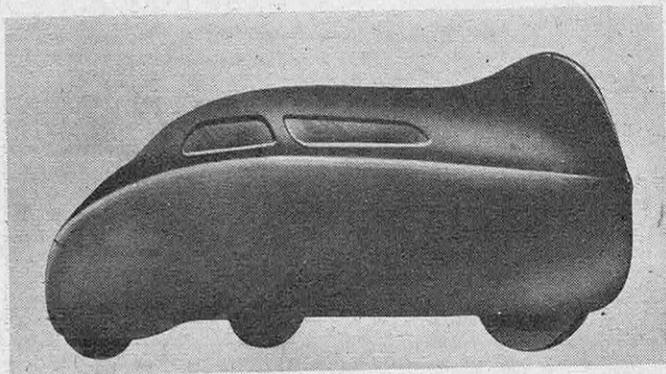

FIG. 14. — PROJET DE VOITURE POPULAIRE DE M. ANDREAU (1935)
*Cette voiture, qui est remarquable par son poids réduit, a été minutieusement étudiée au point de vue aérodynamique. Le carénage définitif (4) est le résultat d'une évolution convergente dont les points de départ furent, d'une part, un carénage de type-classique (1) tenant compte des conditions d'habitabilité, de confort, de visibilité et d'accessibilité, carénage qu'on avait simplement amélioré au point de vue pénétration dans l'air, et, d'autre part, un profil idéal (2) ne tenant pas compte de ces conditions. Les Cx de ces différentes maquettes au 1/10 sont respectivement de 0,43 pour (1), de 0,31 pour (2), de 0,26 pour (3) et de 0,2 pour (4). Mais les mesures effectuées sur la voiture, en vraie grandeur, équipée de tous les organes émergeant de la carrosserie ont donné une valeur du Cx égale à 0,32.*
dessiné une voiture fuselée (fig. 14) à deux roues avant directrices et une roue arrière motrice carénée par une prolongation inférieure de la dérive. La Mathis 333 est dérivée de cette première étude (1).